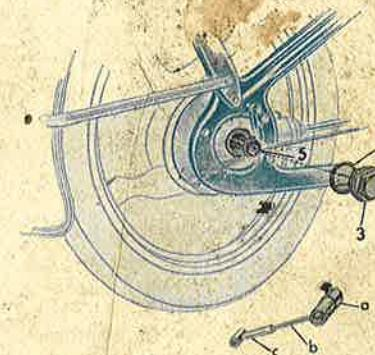

Рис. 30. Съем заднего колеса
- Посредством ключа а, б, с (показанных на рис. 30 в сборе) удалить колпак 3 и прокладку 4, снять гайку 6 (со стороны глушителя) с оси 5 и выпнуть ось, слегка ее поворачивая.